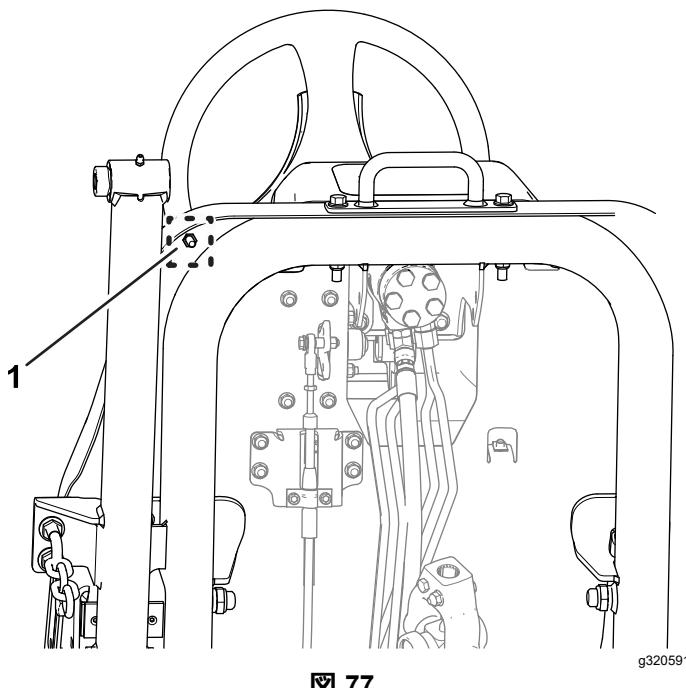

図 77
- B. フットレストプレートの底部についているジャムナットをゆるめる図 77。
- F. ペダルストップを押さえた状態でフットレストプレート底部のジャムナット図 76 と 図 77を $37-45 \text{ N}\cdot\text{m}$ $3.7-4.6 \text{ kg}\cdot\text{m} = 27-33 \text{ ft-lb}$ にトルク締めする。